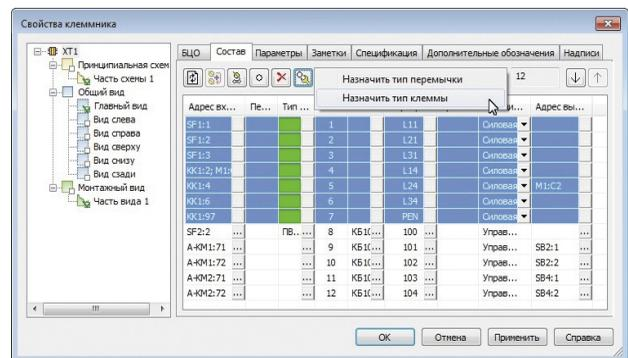

Рис. 8. Группа клемм
- доработана перемычка в клеммнике. Соединения между дубликатами клемм отображаются в Сводной таблице соединений (ТЭ4). При определении состава клеммника (в диалоге свойств клеммника) появилась возможность назначения типа перемычки и типа клеммы для группы клемм (рис. 8);